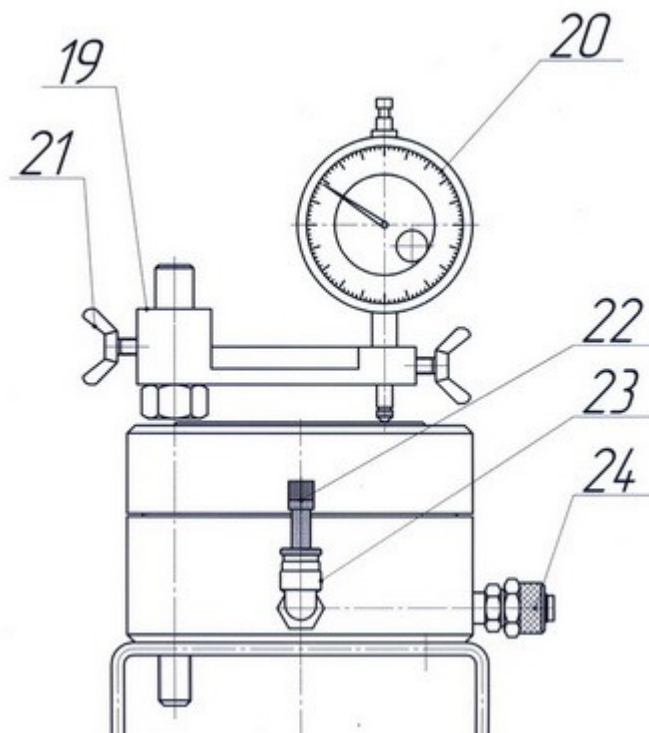

Рис. 3
5.2. Одометр в собранном виде (Рис. 3) устанавливается на основание прибора.
5.5. Дренажная система состоит из воронки и ПВХ трубки 10x1 (поставляется в сборе), а также штуцера поз. 24 (Рис. 3) и. Кроме того, в одомерт вкручен угловой штуцер поз. 23, закрытый Заглушкой поз. 22. Они предназначены для более лучшего водонасыщения сложных грунтов. Для использования, необходимо убрать Заглушку поз. 22 согласно **Рис. 5**. Схема монтажа ПВХ трубки указана на **Рис. 6**.
Наденьте на индикаторные стойки, кронштейны поз. 19 (Рис. 3), с закреплёнными в них индикаторами поз. 20. Перемещайте кронштейны по стойкам до тех пор, пока стрелки индикаторов не окажутся около нуля. Закрепите кронштейны на стойках винтами поз. 21.
- 8.5. Перед приложением нагрузки, проба смачивается водой. Для этого, при необходимости, удалите заглушку поз. 22 (Рис. 3) В воронку установленную в опоре поз. 9 (Рис. 1), осторожно вливайте воду. Вода не должна идти полным сечением трубки.